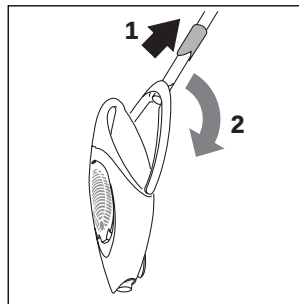

Fig. 9
- geef de vork **D** vrij door de draai-inrichting van de vork naar boven te schuiven, zoals aangeduid met de pijl op de inrichting zelf (fig. 9);